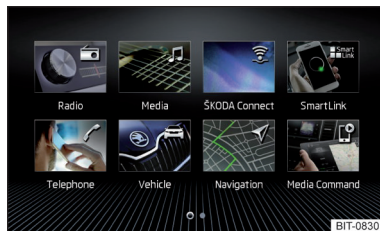
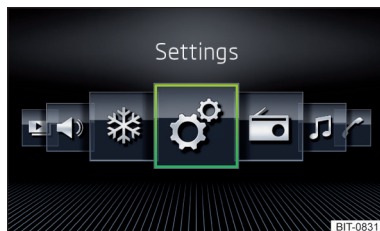

Fig. 177
Fig. 178
- Selectați opțiunea **Afișare rastru** » fig. 177 sau **Afișare orizontală** » fig. 178.